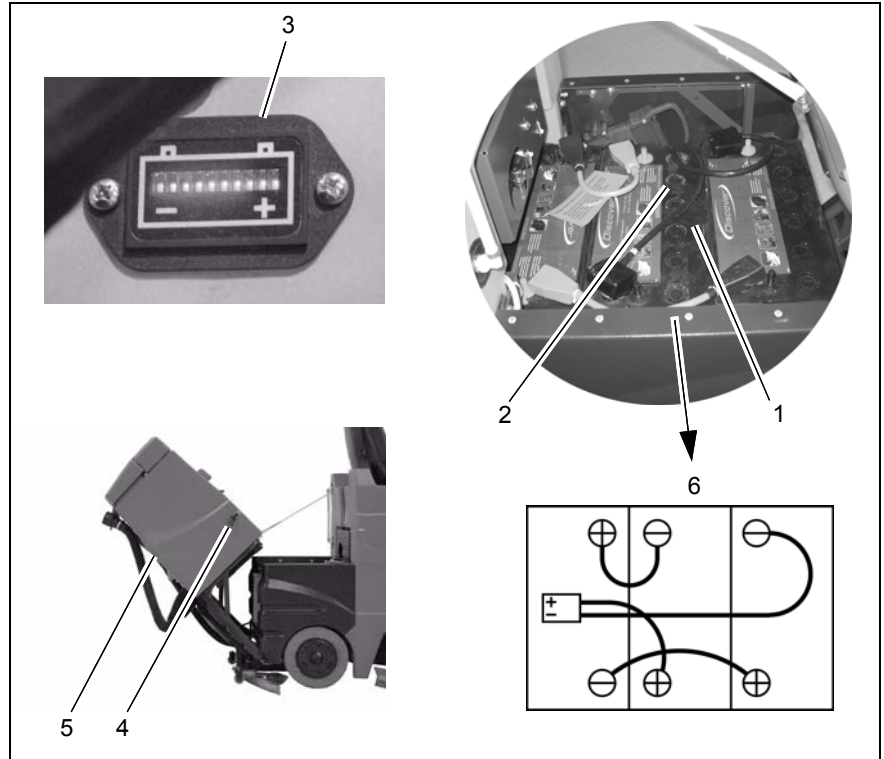

Abb.10
Die Batterien (Abb. 10/1) werden mit einem geeigneten Batterieladegerät geladen. Der Anschluss des Ladegerätes erfolgt über den Batteriestecker (Abb. 10/2). Wir empfehlen die Batterieladung, wenn nach dem Betrieb der Maschine mindestens eine LED der TSG-Anzeige (Abb. 10/3) erloschen ist. Beachten Sie die Bedienungsanleitung des Ladegerätes 88-60-2723 und die Bedienungsanleitung des Batterieherstellers.
Die Maschine ist mit einer Ladekontrolle gegen Tiefentladung der Batterien ausgerüstet. Der Tiefentladesignalgeber (Abb. 10/3) ist in die Elektronik integriert. Bei Verwendung anderer Batterien ist eine Einstellung des Tiefentladesignalgebers erforderlich.
3. Seitliche Verschlüsse (Abb. 10/4) lösen und leeren Schmutzwassertank (Abb. 10/5) öffnen.
4. Batteriestecker (Abb. 10/2) trennen.
2. Seitliche Verschlüsse (Abb. 10/4) lösen und leeren Schmutzwassertank (Abb. 10/5) öffnen.
4. Batteriepole gemäß Anschlussplan (Abb. 10/5) mit den im Beipack befindlichen Verbindungskabeln verbinden. Auf festen Sitz achten und Pole einfetten.